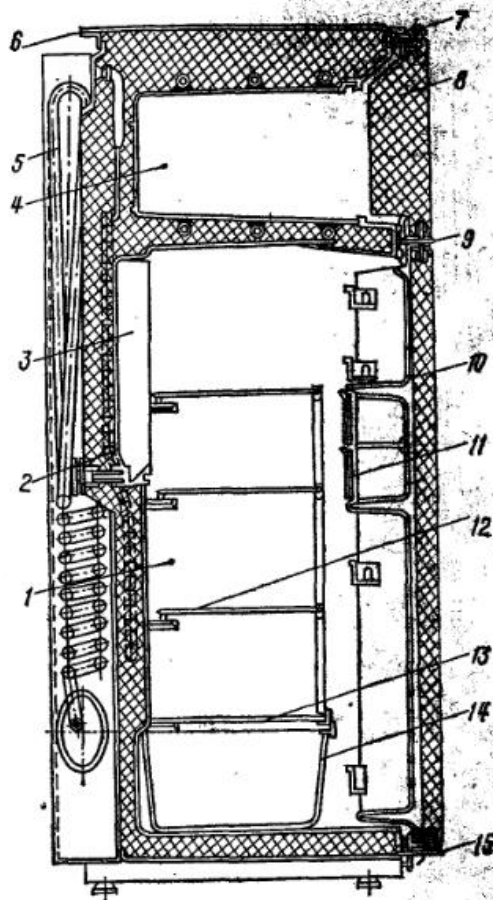

Рис. 137. Холодильник «Кристалл-9»:
Холодильник выполнен в виде прямоугольного металлического шкафа 6 (рис. 137), имеет две внутренние камеры. Камера 1 для хранения продуктов в охлажденном состоянии изготовлена из АБС-пластика или ударопрочного полистирола методом вакуумного формования и расположена в нижней части холодильника. Низкотемпературная камера 4 изготовлена из алюминия и расположена в верхней части холодильника. Каждая камера имеет свою дверь. Герметичность камер обеспечивается уплотнителем с магнитной вставкой.
Замена датчика-реле температуры Т-110-4. Снять зажим с испарителя 8 (см. рис. 137). Отвернуть четыре винта 4 × 12, крепящих корпус блока автоматки, расположенного в верхнем левом углу бо-
**Замена средней петли.** Ключом отвернуть ось верхней петли 7 (см. рис. 137). Снять дверь низкотемпературной камеры, а затем ось средней петли 9, придерживая дверь холодильной камеры. Отвернуть винт 4 × 10, которым средняя петля 9 крепится к шкафу. Снять среднюю петлю. Установить новую петлю в обратной последовательности.
**Замена выключателя В2** (см. рис. 139). Подтянуть жгут внутрь камеры. Снять зажим с испарителя 3 (см. рис. 137). Отвернуть 4 винта и снять корпус блока автоматики. Отвернуть винты крепления выключателя, вывести выключатель из отверстия корпуса. Снять шайбу. Отвернуть 2 винта, которыми закрепляются выводные концы проводов, отсоединить концы проводов от клемм. Взять новый выключатель и установить в корпус в обратной последовательности.